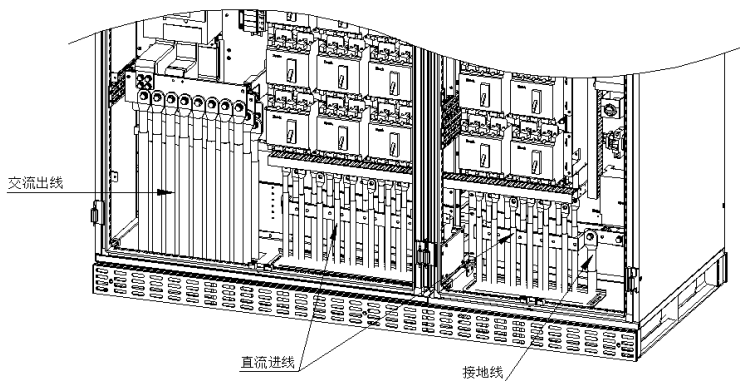

图 3-8 外部配线示意图
(3) 所有外部配线，必须从机器下方的穿线孔中穿过，如图 3-8 所示。